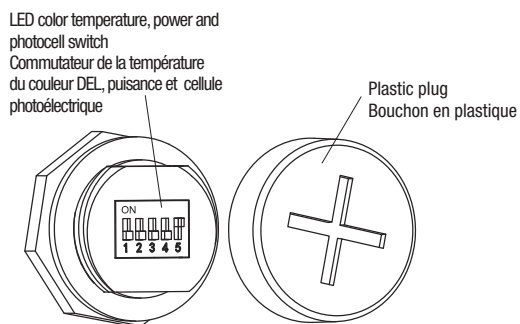

Fig. 3
1. Unscrew the plastic plug of luminaire and select the appropriate LED color temperature, power and photocell ON/OFF by using the switches inside the housing as shown in Fig. 3.
1. Dévisser le bouchon en plastique du luminaire et sélectionner la température de couleur appropriée de la DEL, la puissance et l'activation/désactivation de la cellule photoélectrique à l'aide des commutateurs situés à l'intérieur du boîtier, comme indiqué sur la Fig. 3.